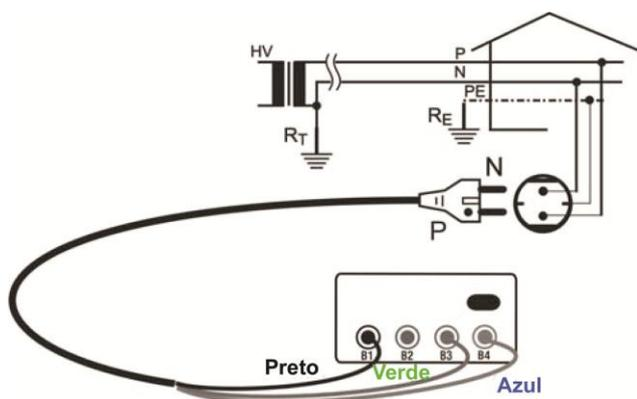
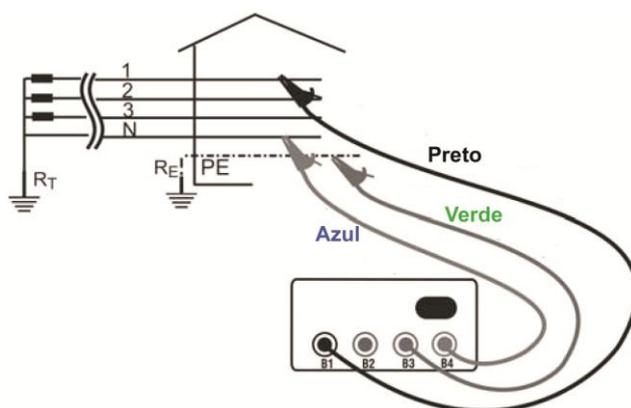

Fig. 7: Ligação para medição da impedância do Loop Monofásica/Bifásica 230V
Fig. 8: Ligação para medição da impedância de Loop Trifásica 400V
2. Inserir os 3 conectores Preto, Verde, Azul do cabo shuko com três terminais ou dos cabos separados nos correspondentes terminais de entrada do instrumento **B1, B3, B4** (ver Fig. 7, Fig. 8). No caso de utilização de cabos separados inserir nas extremidades livres dos cabos os crocodilos.
3. Inserir a ficha Shuko numa tomada 230V 50Hz ou os crocodilos nos condutores do sistema Trifásico (ver Fig. 7, Fig. 8).